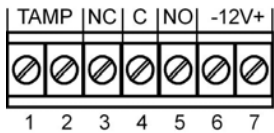

Fig. 4 Morsettera I Terminal block I Bloque de terminals I Plaque à bornes
8. Conectar los alambres en los bloques de terminales (Fig. 4)
Conexiones del bloque de terminales (véase la Fig. 4)
8. Reliez le fil au bloc terminal. (Fig 4)
Connexions de la plaque à bornes (Voir Fig.4)